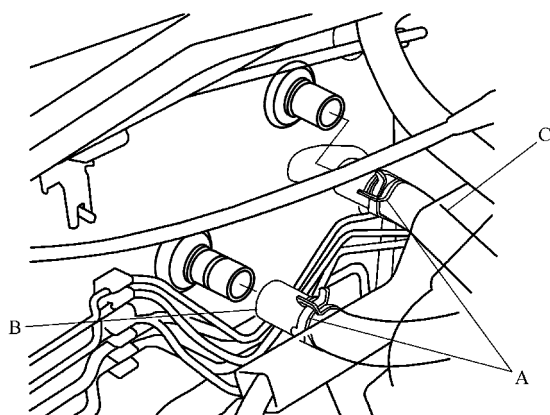

图 9-5 断开加热器软管
- 5) 如图 9-5 所示，滑回软管卡夹 A，然后将加热器进口软管 B 和加热器出口软管 C 从加热器芯上断开。软管断开时，发动机冷却液流出；将冷却液排到一个干净的集油盘中。确保不要让冷却液溅到电子零部件或油漆表面上。如果有冷却液溅到上面，应立即冲洗掉。